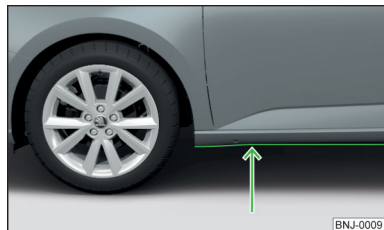

Fig. 202
- › Prima di attraversare tratti d'acqua verificare la profondità dell'acqua. Il livello dell'acqua deve arrivare al massimo al bordo inferiore del longherone inferiore » **fig. 202.**